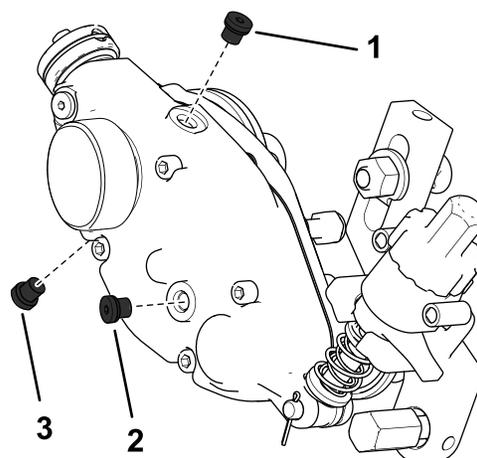

Figura 28
2. Togliete il tappo di spurgo dalla parte inferiore dell'alloggiamento (Figura 28).
3. Togliete il tappo di riempimento sul lato dell'alloggiamento e allentate il tappo di sfiato dell'aria sulla parte superiore, in modo da permettere il passaggio dell'aria (Figura 28).